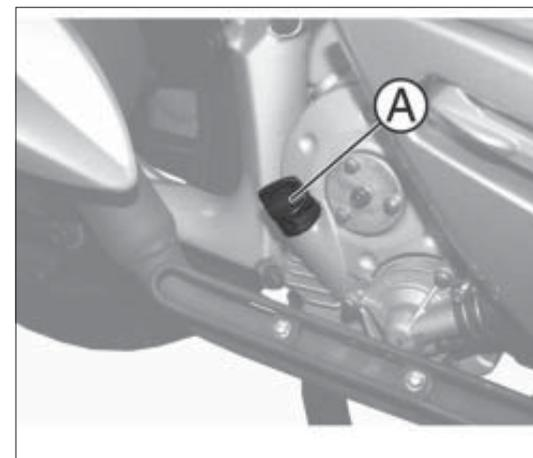
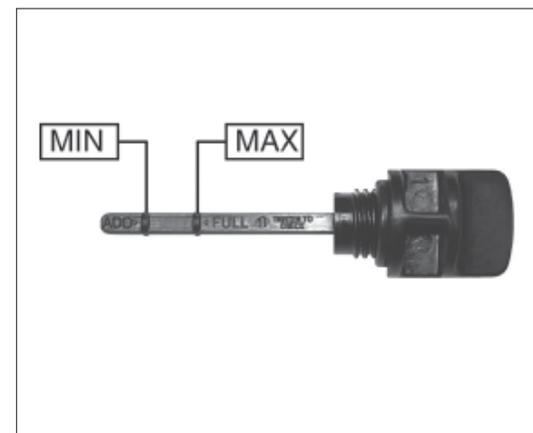

fig. 1
fig. 2
- desenrosque el tapón varilla A fig. 1 y límpielo con un paño limpio;
- enrosque en su compartimento el tapón varilla A fig. 1;
- desenrosque de nuevo el tapón varilla A fig. 1 y controle que el nivel del aceite alcance el nivel intermedio entre MIN y MAX indicado en la fig. 2